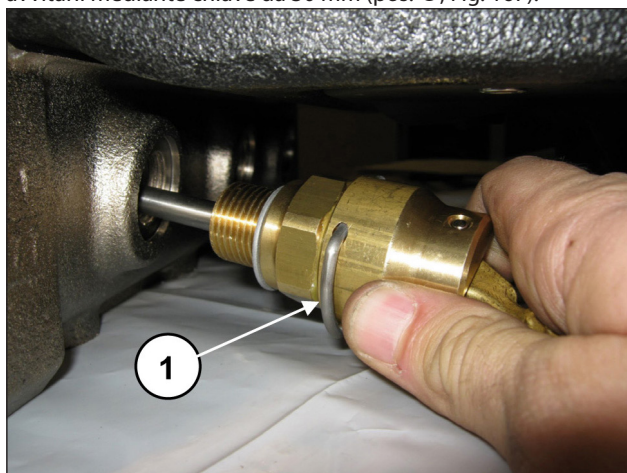
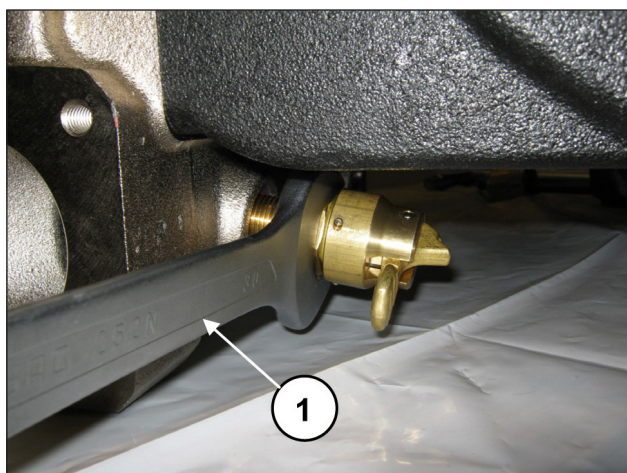

Fig. 166
Fig. 167
Applicare i dispositivi apertura valvole (pos. ①, Fig. 166) ed avvitarli mediante chiave da 30 mm (pos. ①, Fig. 167).